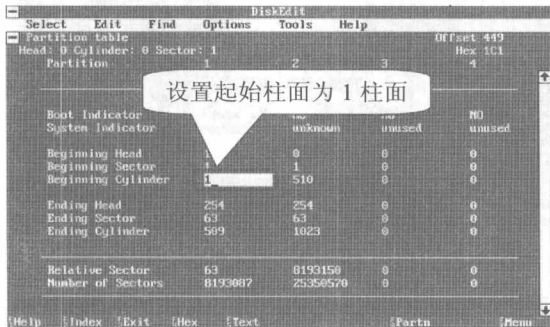

图 8-28 设置起始柱面为 1 柱面
步骤⑨ 将光标移动到第 1 分区的 Beginning Cylinder（起始柱面）上，按数字键 1 将原来的 0 改为 1 即可，如图 8-28 所示。